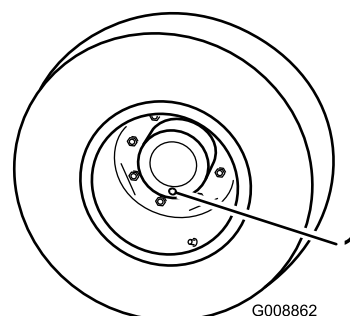

Figura 42
1. Coloque a máquina numa superfície nivelada e posicione a roda de forma a que o tampão de verificação/escoamento (Figura 42) se encontre na sua posição de seis horas.